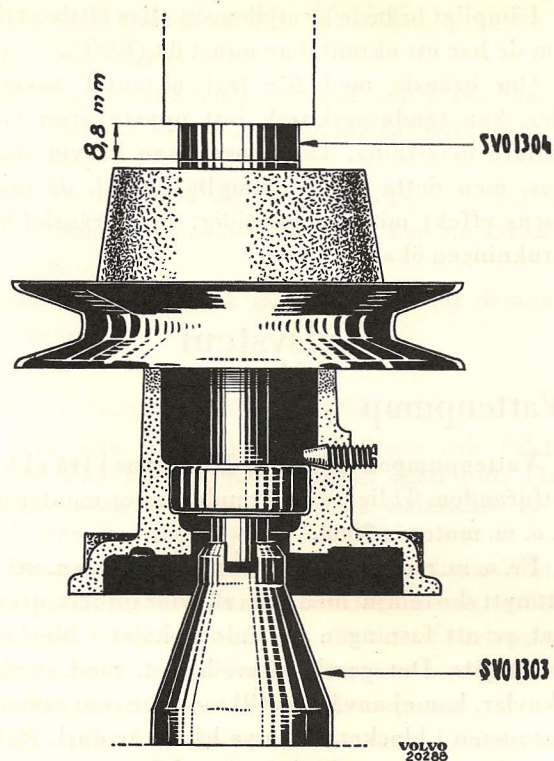

Bild 103.
4. Pressa remskivan på axeln. Använd SVO 1304 som fixerar remskivan i rätt läge. Axelns motsatta ända understödes med dorn SVO 1303. Se bild 103.